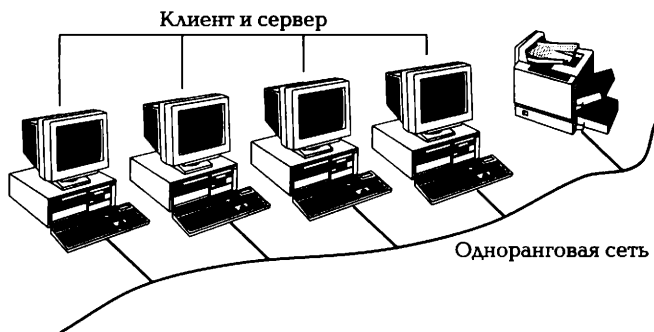

Рис. 8.4. Схема одноранговой сети
*Одноранговая сеть (Peer-to-Peer)*, принцип формирования которой представлен на рис. 8.4, не имеет центрального компьютера и работает без резервирования файлов.